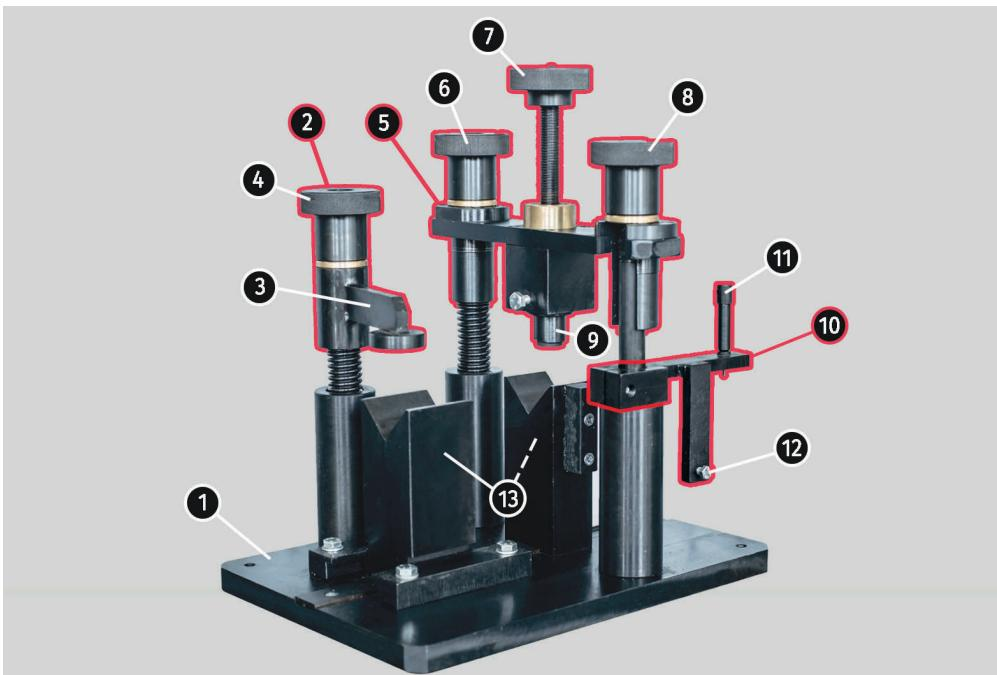
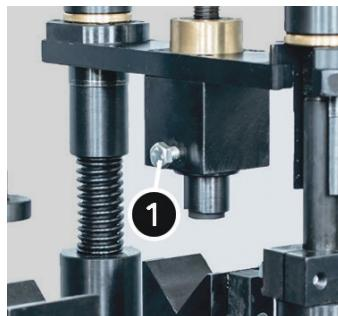

Figura 1.
Figura 3
1.1. Coloque el amortiguador sobre los soportes (pos. 13 en la figura 1) y fíjelo al dispositivo mediante el mecanismo de sujeción (pos. 2 en la figura 1).
1.2. Coloque el marcador (pos. 11, figura 1) en la superficie cilíndrica de la carcasa lo más cerca posible del fondo del amortiguador y, utilizando un martillo, realice un punteado.
- 2.1. Coloque el amortiguador sobre los soportes (pos. 13 en la figura 1) y fíjelo al dispositivo mediante el mecanismo de sujeción (pos. 2 en la figura 1).
2.3. Instale el pasador metálico 95-099B del equipo de suministro en la boquilla 9 (figura 1) del módulo de llenado. El pasador se fija en la boquilla con un imán.
2.4. Desenrosque el tornillo de prensado 7 (figura 1) hasta que el pasador entre completamente en la boquilla de llenado.
2.5. Coloque la boquilla de llenado sobre el orificio con el tapón de plástico. Luego, utilizando las tuercas de fijación 6 y 8 (figura 1), presione la boquilla contra el tapón.
- 2.9. Desenrosque el tornillo de prensado 7 (figura 1), afloje las tuercas de fijación 6 y 8 (figura 1) y retire el mecanismo de llenado.
3. Si es necesario reemplazar los elementos de sellado de la boquilla de llenado 9 (figura 1), debe extraerse de la carcasa del mecanismo de llenado. Antes de extraer la boquilla, debe desenroscarse el seguro (pos. 1, figura 3).